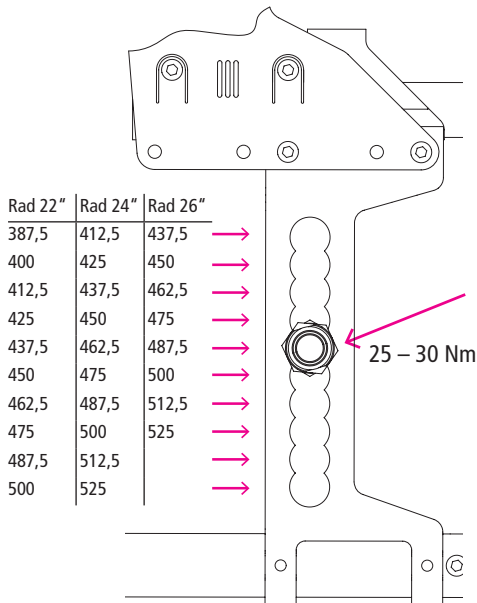

Abb.47
2. Setzen Sie anschließend die Buchse an der gewünschten Position in der Lochreihe wieder ein (Abb.47).